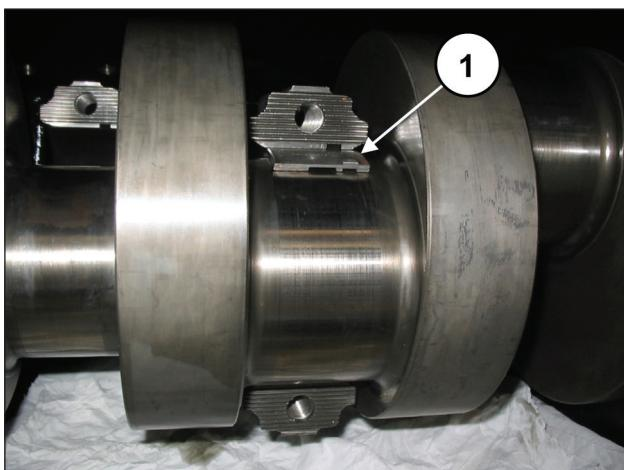

Abb. 57
Setzen Sie die oberen Lagerschalen zwischen Pleuelstange und Welle ein (Pos. ①, Abb. 57).